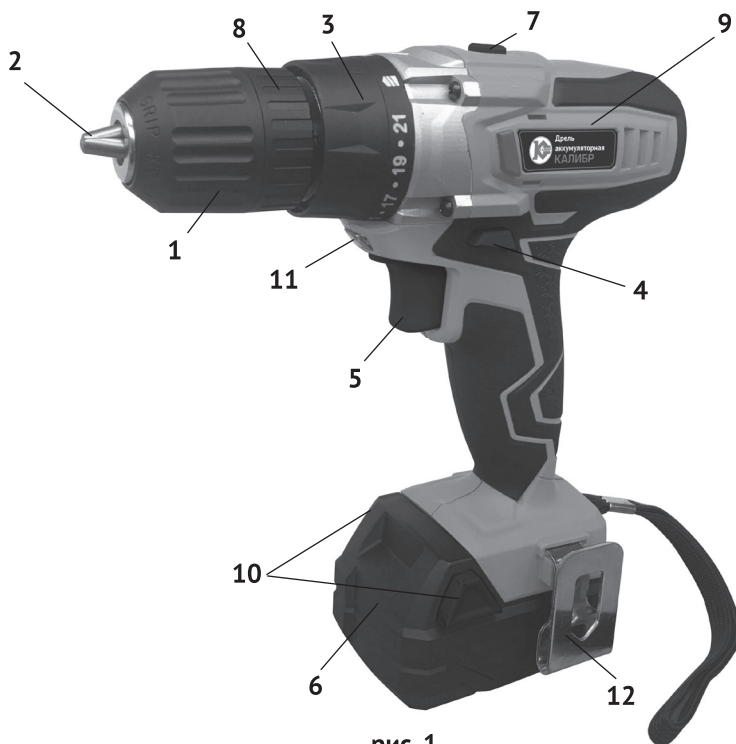

рис. 1
1.6 Общий вид дрели представлен на рис.1
1.7 Механизм дрели расположен в обрешиненном пластиковом корпусе (рис.1 поз.9), состоящем из двух частей: правой и левой. Он состоит из электродвигателя постоянного тока и редуктора с планетарным 2-х скоростным механизмом. В нижней части корпуса, выполненного в форме рукоятки, находится выключатель и разъём для присоединения аккумуляторной батареи.
1.8 Клавиша выключателя (рис.1 поз.5) расположена в передней части рукоятки. При нажатии на клавишу включается двигатель дрели. Усилие, приложенное к клавише, изменяет скорость вращения двигателя. При запуске двигателя автоматически включается светодиодный фонарь (рис.1 поз.11), обеспечиваю-
Над клавишей выключателя находится переключатель реверса (рис.1 поз.4), пластинчатой конструкции. В нейтральном положении он выполняет функцию блокиратора клавиши от случайного включения. Стрелками на торцах пластины, указывает направление вращения патрона.
1.10 В передней части корпуса расположено кольцо регулировки (рис.1 поз.3). Это кольцо фиксирует одну из 21-й, позиций предельного момента затяжки, при работе дрелью, как шуруповёртом, или переключает редуктор в режим сверления – символ «сверло».
Внимание! Перед установкой/извлечением аккумуляторной батареи отключить инструмент, установив переключатель направления вращения (рис.1 поз.4) в среднее положение (блокировка клавиши выключателя).
- для извлечения батареи из дрели нажать кнопки фиксации (рис.1 поз.10) аккумуляторной батареи и извлечь её из рукоятки, вытягивая вперёд, к патрону.
- установить переключатель направления вращения (рис.1 поз.4) в положение блокировки клавиши выключателя;
- удерживая кольцо патрона (рис.1 поз.8) одной рукой, другой вращать переднюю часть патрона (рис.1 поз.1) против часовой стрелки до разведения
кулачков патрона (рис.1 поз.2) на расстояние, необходимое для установки рабочего инструмента;
- удерживая кольцо патрона (рис.1 поз.8) одной рукой, другой вращать переднюю часть патрона (рис.1 поз.1) по часовой стрелке до фиксации рабочего инструмента кулачками патрона;
- для включения дрели необходимо нажать и удерживать клавишу выключателя (рис.1 поз.5);
- в среднем положении переключатель направления вращения (рис.1 поз.4) блокирует клавишу выключателя, исключая случайное включение дрели;
2.2.5 Функции регулировочного кольца (рис.1 поз.3):
На регулировочное кольцо (рис.1 поз.3) нанесены символы: от «1» до «21» - 21 фиксированное положение предельного момента затяжки, символ «II» и символ «дрель». Выставление нужного режима работы осуществляется совмещением соответствующего символа со стрелкой на корпусе дрели.
- выставив ползунком переключателя (рис.1 поз.7) диапазон «1» получаем при низком числе оборотов (350 об/мин) высокий показатель крутящего момента. Этот режим применяется при закручивании шурупов, винтов, саморезов и болтов больших размеров;
- повернуть кольцо регулировки (рис.1 поз.3) в положение «сверло»;